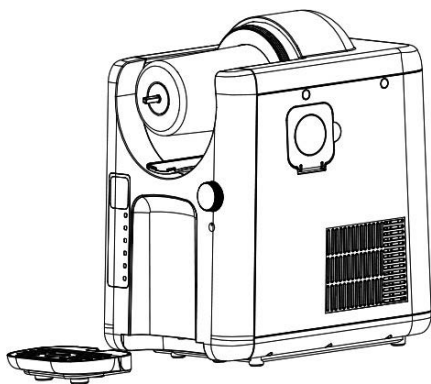

Fig. 1
7. Skyv dryppskålen inn i den angitte posisjonen i apparatet (fig. 1).